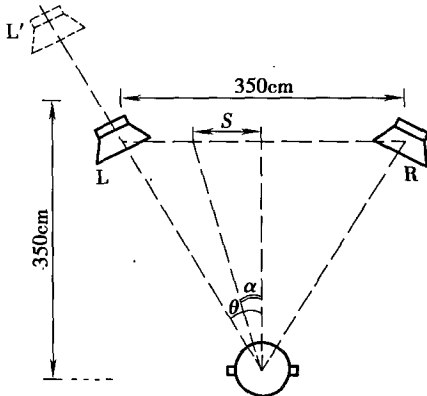

图 2—1 双扬声器试验
②对一个扬声器 (例如 L) 加入适当延迟或将其位置适当后移,如图 2—1 中虚线的位置,但保持两扬声器发出的声音到达听者双耳时的强度相等,即时间差不等于零,而强度差等于零。这时,当时间差 < 3 ms 时,听者感觉到的声像位置移向声音较先传来的那个扬声器的方向。移动量随着两扬声器声音到达的时间差的增加而增大,当时间差大于 3 ms 时,声像将固定在声音先传来的扬声器 (R) 方向上。
(2) 组合音响的组成及分类